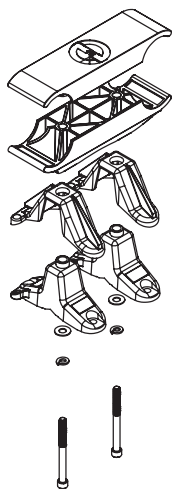

Figure 3
4. Placez la **bride pour tube inférieure** sur le dessus des tubes et, à l'aide d'une **clé hexagonale** de ¼ po (6 mm), fixez l'**ensemble de la bride de montage** avec un **boulon d'ancrage** de 3,5 po (8,9 cm), comme indiqué à la **figure 3**
2. Placez la **bride pour tube inférieure** sur le dessus des tubes et fixez-la avec l'**ensemble de la bride de montage** et le **boulon d'ancrage** de 3,5 po (8,9 cm), comme indiqué à la **figure 3**.